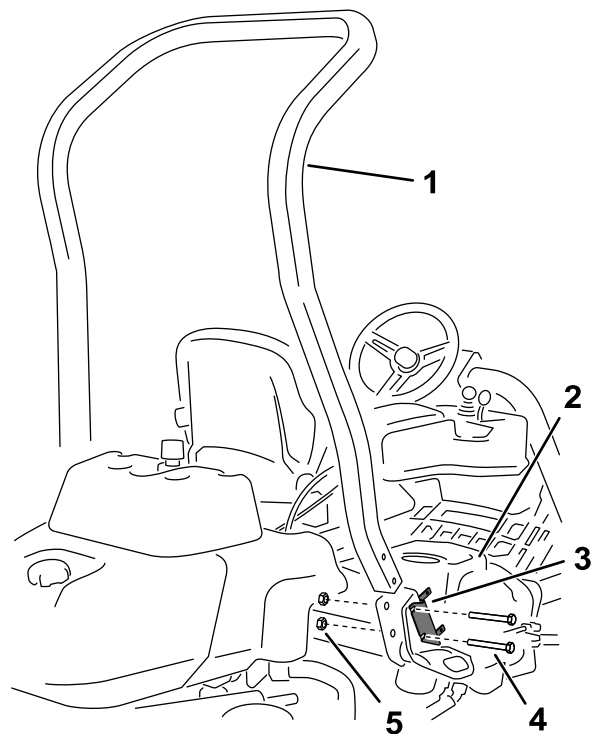

図3
4. 図3に示すように、ヒューズブロックブラケットをROPSポケットに固定しているボルト2本を外す。